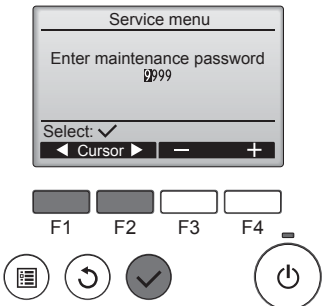

Fig. 7-2
- ① Selecciona “Service” (Assistência) no Menu principal e prima o botão ④.
- ② Quando o Menu de assistência é seleccionado, aparece uma janela a pedir a palavra-passe. (Fig. 7-2)